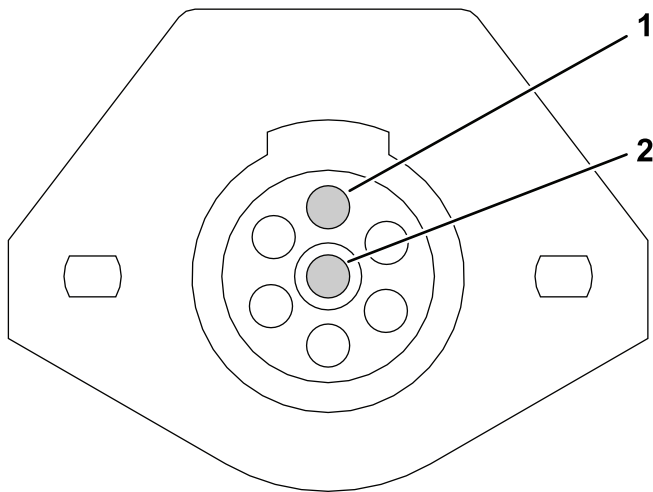

Bild 17
- Lösen Sie die Schrauben an den Klemmen Pin 1 und Pin 7 (Bild 17).
- Schließen Sie das schwarze Kabel an der Klemme Pin 1 und das weiße Kabel an der Klemme Pin 7 an (Bild 17).